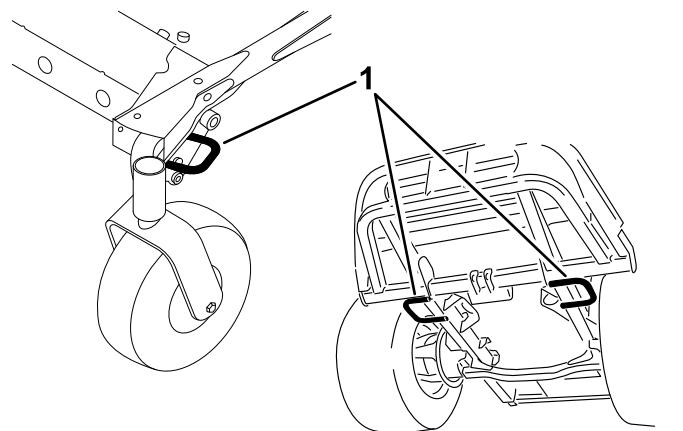

Figure 66
5. Servez-vous des points d'attache de la machine pour l'arrimer solidement sur la remorque ou le véhicule de transport au moyen de sangles, chaînes, câbles ou cordes (Figure 66).